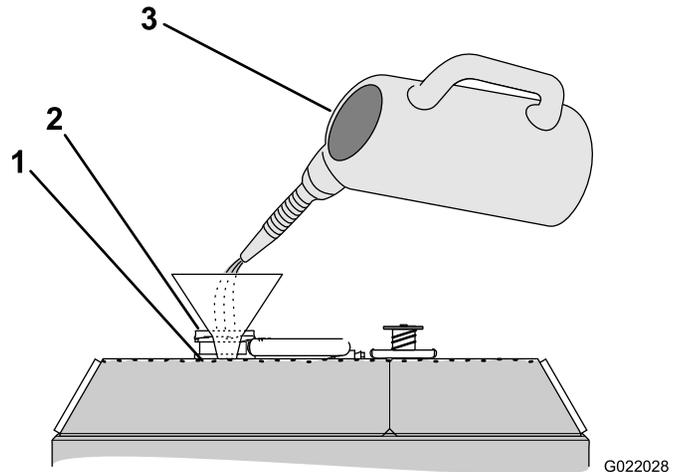

Bild 143
- 3. Füllen Sie den Kühler mit Kühlmittel, bis der Stand an der Unterkante des Füllstutzens liegt (Bild 143).